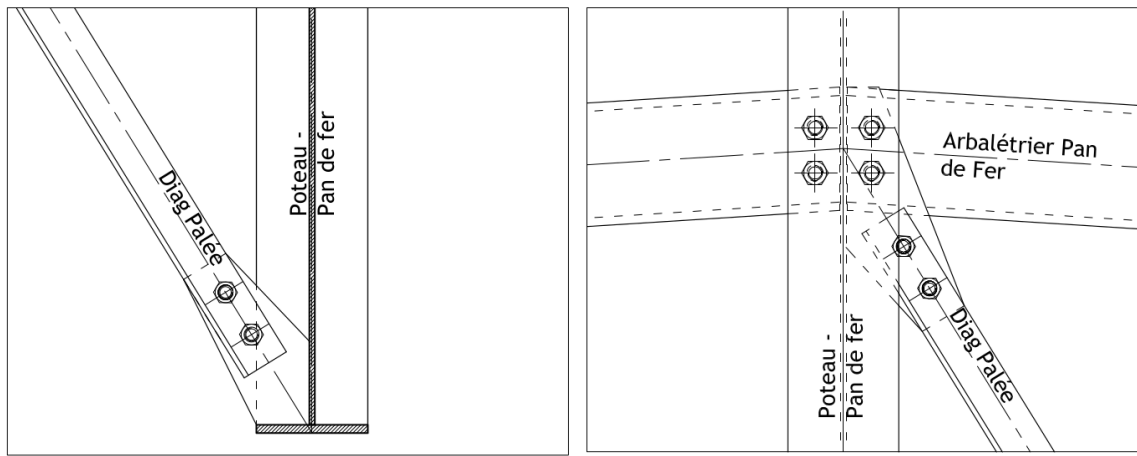

FIGURE 5 – Assemblages cornière - arbalétrier - poteau pour les pans de fer.
- Les palées de stabilité en croix de Saint-André sont réalisées à partir de cornières à ailes égales. Les liaisons entre les cornières, l'arbalétrier et les poteaux sont réalisées par des boulons de classe 6.8 et les platines (figure 5).